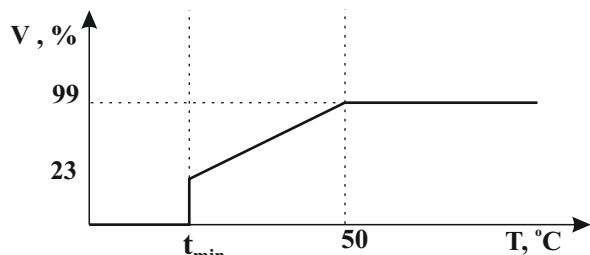
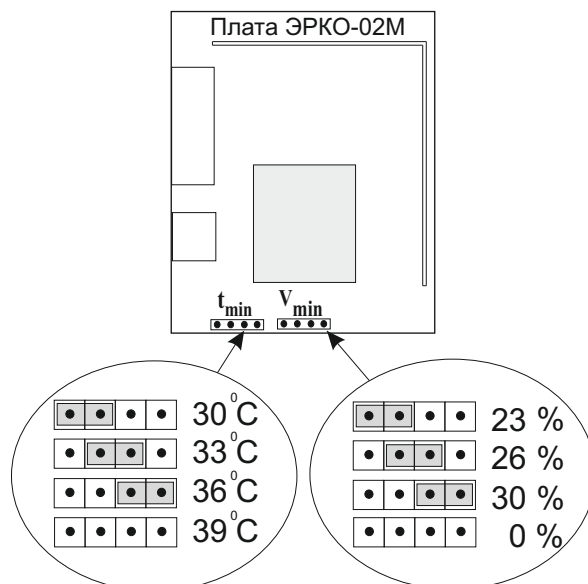

Рис. 2 - Зависимость скорости вращения вентилятора от температуры конденсатора в режиме с отключением вентилятора
Рис. 3 - Положения перемычек для выбранных параметров
4.5. Возможен вариант работы с полным выключением вентилятора при температуре на конденсаторе меньше чем t_{min} . График изображен на рис.2. В этом режиме t_{min} можно изменять перестановкой соответствующей перемычки на плате (см. рис. 3), но V_{min} всегда равна 23%. Этот режим включается снятием перемычки на колодке V_{min} .
4.6. Предусмотрена возможность изменения минимальной скорости вращения вентилятора V_{min} и минимальной температуры t_{min} при которой эта скорость достигается. Установка параметров осуществляется установкой соответствующих перемычек (см. рис. 3).